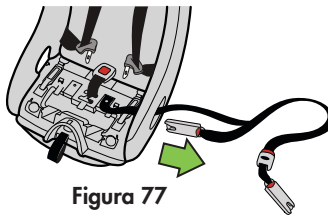

Figura 77
- Saque el cinturón LATCH y los conectores inferiores del lado derecho de la ruta de cinturón para la posición viendo hacia atrás, como se ilustra en la **figura 77**.